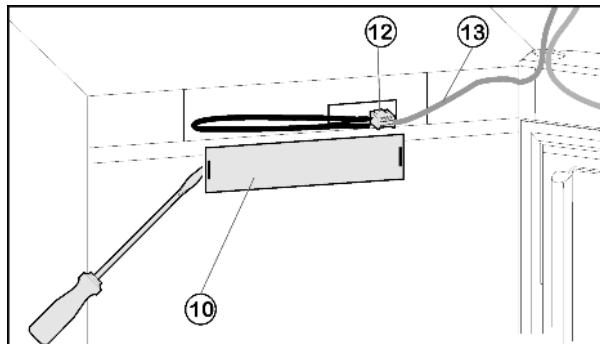

Fig. 4
- ▶ Снимите переднюю накладку Fig. 4 (10) с помощью плоской отвертки.
- ▶ Снимите контакт и извлеките разъём Fig. 4 (12).
- ▶ Высвободите из направляющей серый кабель Fig. 4 (13).
► Снова установите разъем Fig. 4 (12).
► Снова установите крышку Fig. 4 (10).